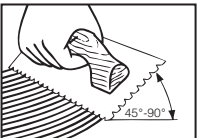

Figura 11
- Sostenga el palustre firmemente a un ángulo mínimo de 45° (Figura 11) contra el contrapiso para obtener un índice de esparcido de 40-60 pies cuadrados (4-5,5 m²) por galón. El palustre dejará crestas de adhesivo y muy poco adhesivo entre las crestas. Esto le permitirá ver todavía los cordones de tiza entre las crestas y proporcionar el índice de esparcido recomendado.